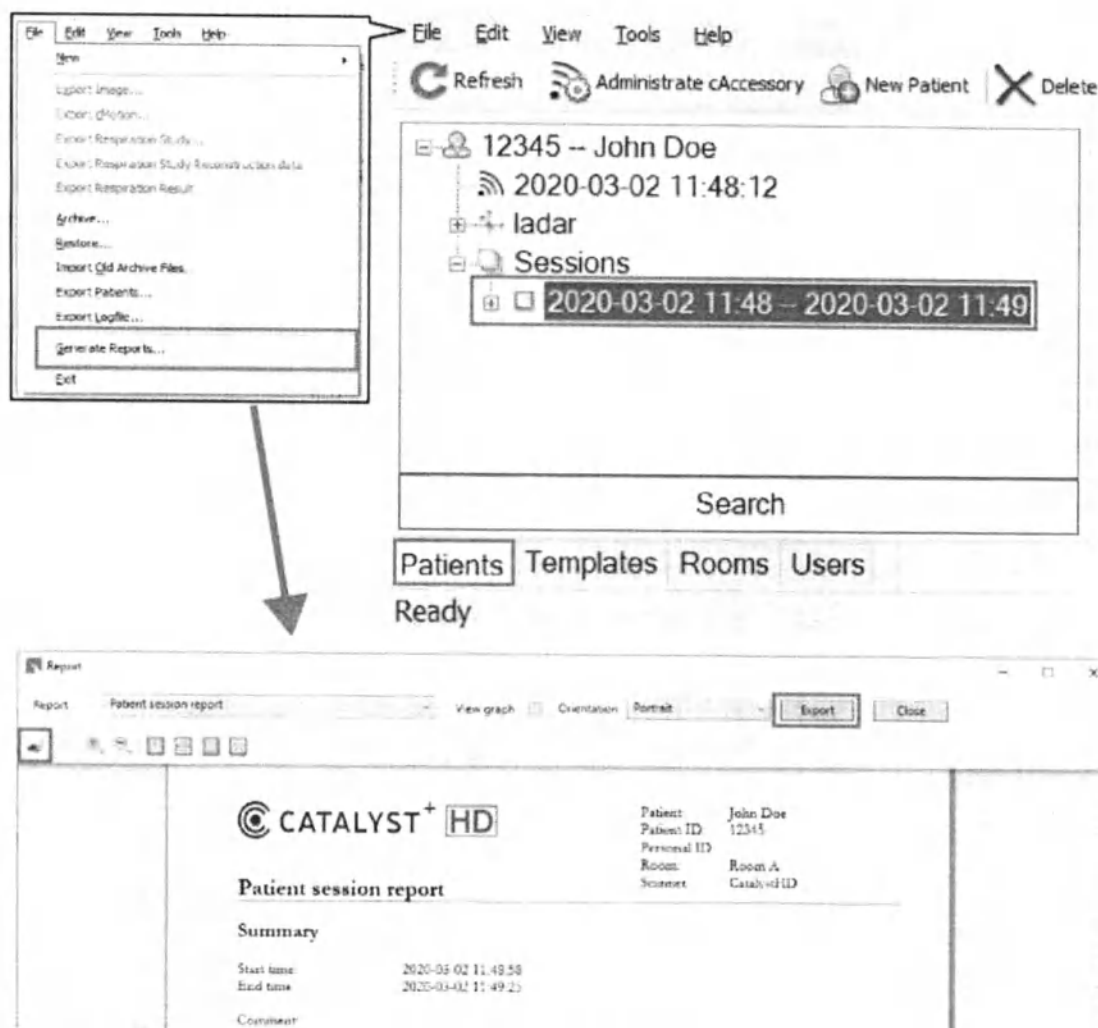

Рисунок 31. Экспорт отчета о результатах одного сеанса.
3. В главном меню выберите «**File — Generate Reports**» (Файл — Создать отчеты) (рисунок 31).